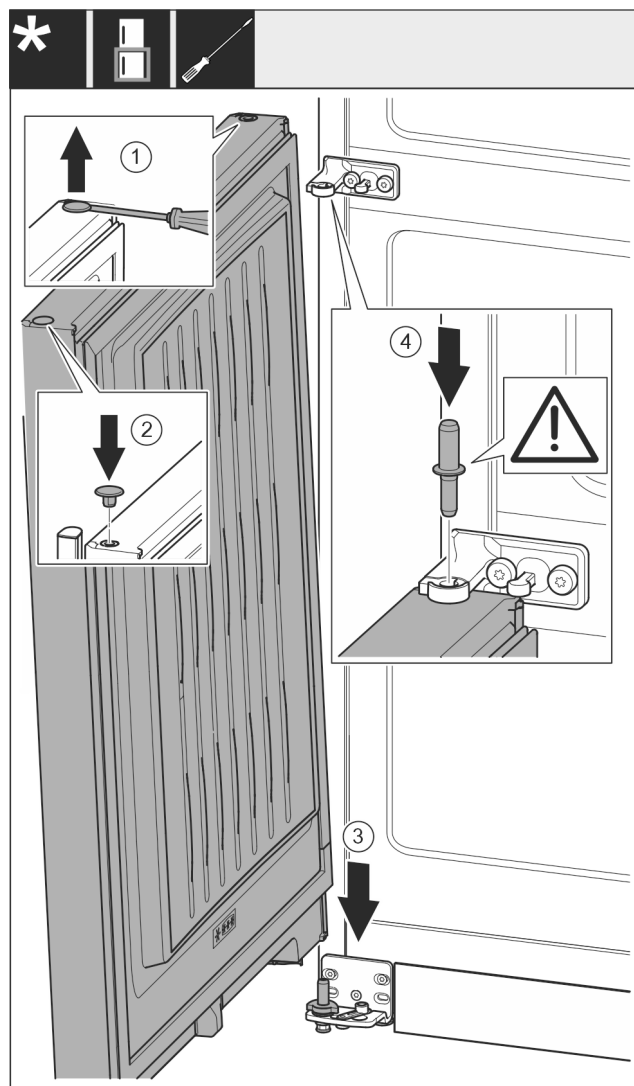

Fig. 24
- За допомогою шліцевої викрутки обережно підніміть пробку Fig. 24 (1) та витягніть її.
- Знову вставте пробку Fig. 24 (2) з іншого боку дверцят.
- Встановіть дверцят Fig. 24 (3) зверху на нижній опорний гвинт.
- Середній опорний гвинт Fig. 24 (4) встановіть в нижні дверцят через середній опорний кронштейн. При цьому виступ фіксатора повинен бути спрямований назад.